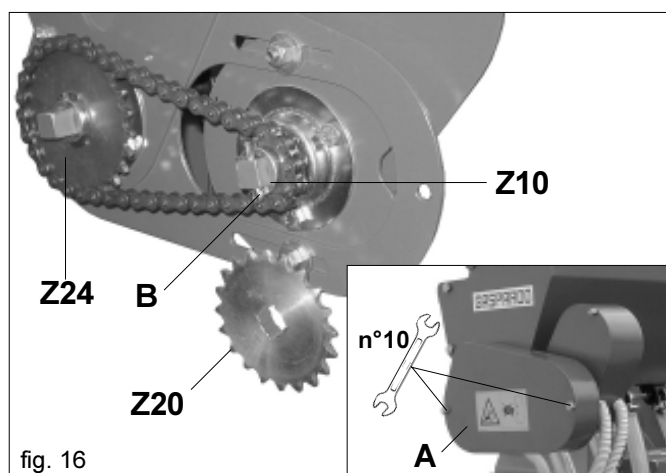

fig. 16
Un engrenage supplémentaire (Z20) est livré, lequel est utilisé pour de grandes quantités de semis, à la place de l'engrenage Z10 de série (Fig. 16).
- Démontez le carter de protection des engrenages (A Fig. 16) en desserrant les vis avec une clé de 10 ;
- Retirez la goupille (B) et remplacez l'engrenage par celui fourni ;